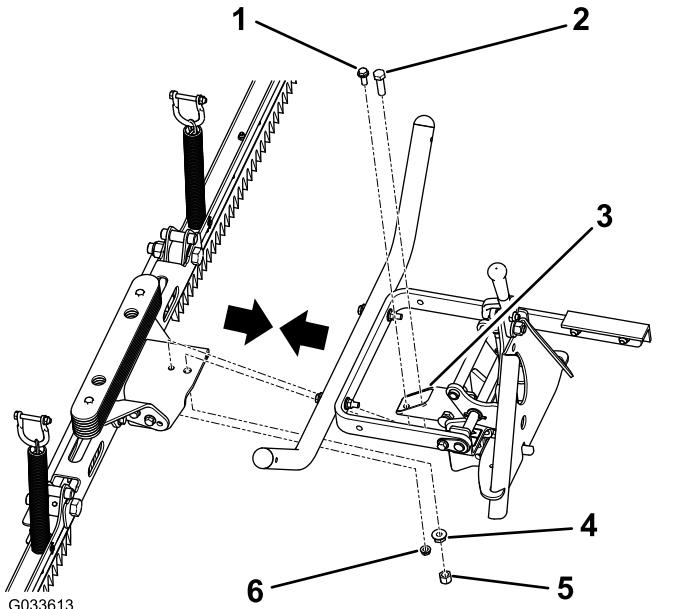

图 8
1. 将耙总成中心支架上的 2 个孔与挂钩管上的 2 个孔对齐 **图 8**。